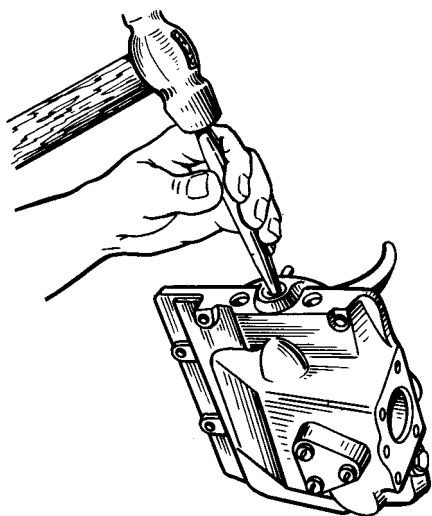

Рис. 6.60. Извлечение заглушек отверстий штоков
2. Извлеките три заглушки отверстий штоков с одной стороны крышки (рис. 6.60).